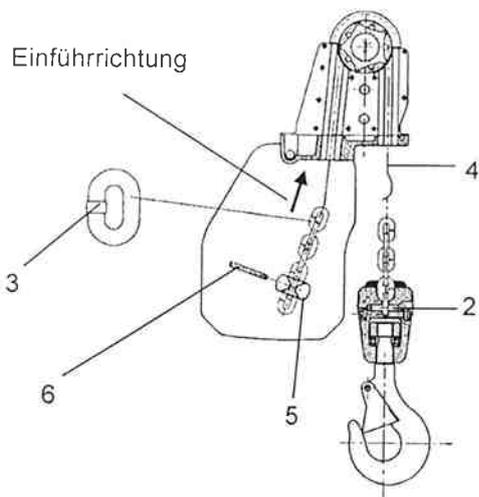

Bild 5
- Einführhilfe (4) (z.B. Kabelbinder oder dünnen Draht) am letzten Kettenglied befestigen und in äußere Öffnung der Kettenführung über dem Kettenspeicher einführen.
- Das erste Kettenglied läuft senkrecht um die Kettennuss, die Schweißnaht (3) der senkrechten Kettenglieder liegt außen.
- Bei einsträngigem Betrieb (1/1) (Bild 5) herauslaufendes Kettenende in Hakengeschirr einlegen und mit Zylinderstift (2) arretieren. Hakengeschirrhälften montieren und Anziehungsmomente aus Kapitel 3.2.3 entnehmen.